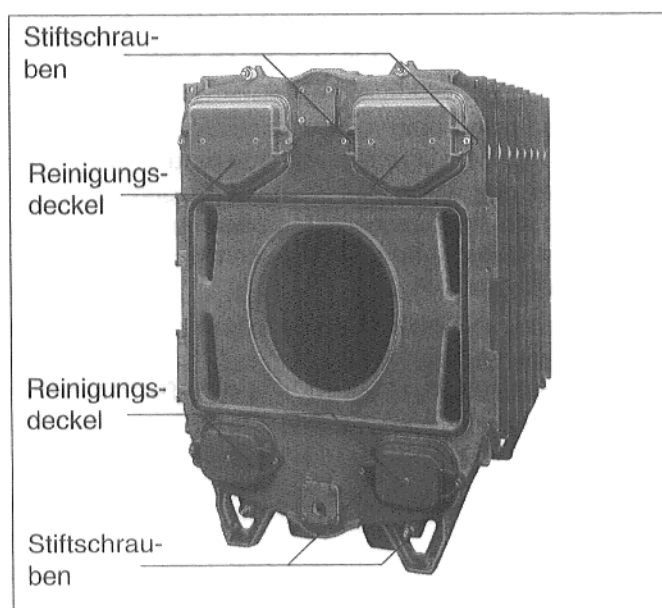

Abb. 27
- Einige Tropfen Kleber (Mat.nr. 422841) im Abstand von 15 bis 20 cm in die Dichtnut einbringen. GP-Dichtschnur in die Dichtnut um die Reinigungsöffnung einlegen. Reinigungsdeckel auf die in Abb. 27 zu sehenden Stiftschrauben aufsetzen, Unterlegscheiben auf die Stiftschrauben aufschieben und die Reinigungsdeckel mit Muttern anschrauben.
- Reinigungsdeckel am Vorderglied unten links und rechts entsprechend den oberen montieren (Abb. 27).